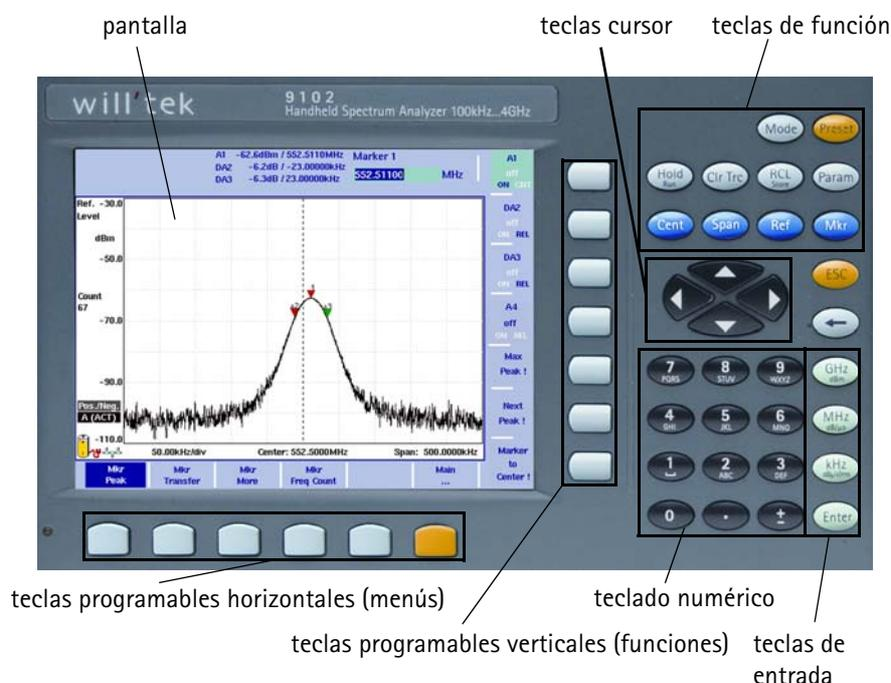

Figura 4 Elementos del panel frontal
**Pantalla** La pantalla de 6,5 pulgadas está dividida en las siguientes secciones (vea la Figura 4):